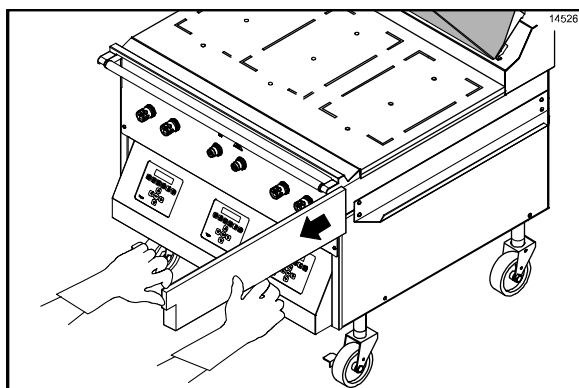

Figure 70
- Retirer et vider les tiroirs de récupération de la graisse (Cf. Figure 70).